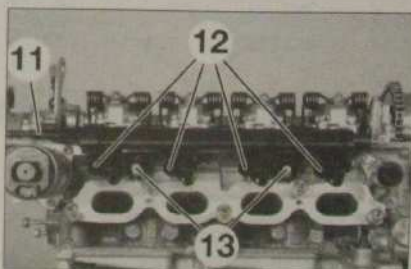

Fig. 63
- Désaccoupler le tube d'alimentation de carburant (11) (Fig.63).
- Débrancher les connecteurs d'alimentation des injecteurs essence (12).
- Déposer les vis (13).